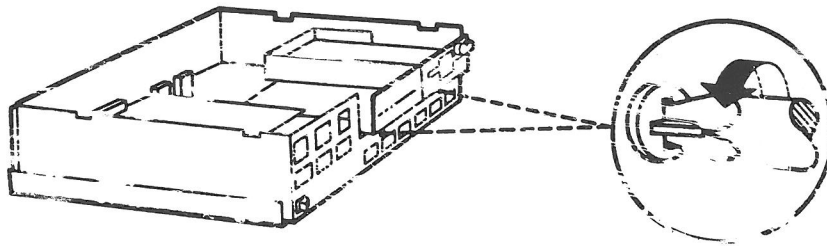

Bild 2-4 Laufwerkshalterung lösen
- \* Lösen Sie die zwei Kreuzschlitzschrauben an der Vorderseite (Bild 2-4).